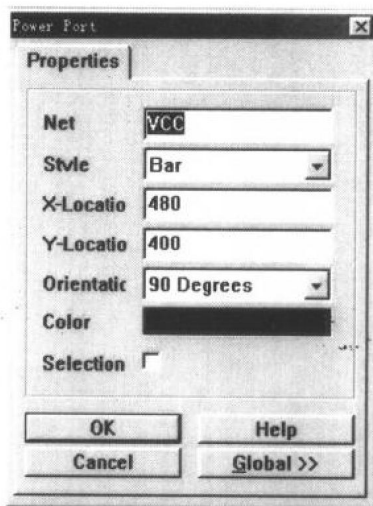

图 2.4 Power Port 属性对话框
6. 双击其中一个电源记号，出现如图 2.4 所示对话框，在 Net 一栏中填上 VCC，在 Style 一栏中选择 Bar，点击 OK 按钮，接受更改并关闭对话框。
7. 同样, 双击另一个电源记号, 出现如图 2.4 所示的对话框。